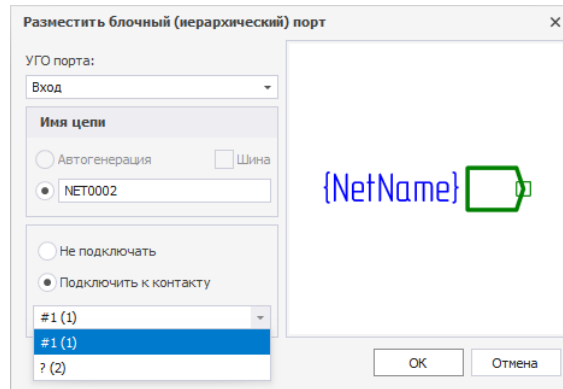

Рис. 267 Сопоставление блочного порта с выводом УГО блока
3. Сопоставить блочный порт с выводом УГО блока. Данное действие доступно только в том случае, если для УГО блока были созданы выводы. Для сопоставления порта и вывода нужно установить переключатель в положение «Подключить к контакту» и с помощью выпадающего списка выбрать нужный вывод УГО блока, см. Рис. 267.